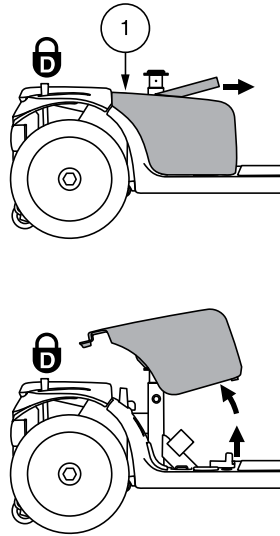

Figura 10. Rimozione/installazione della scocca della batteria
1. Rimuovere il sedile e la scocca posteriore. **Vedere figura 10.**